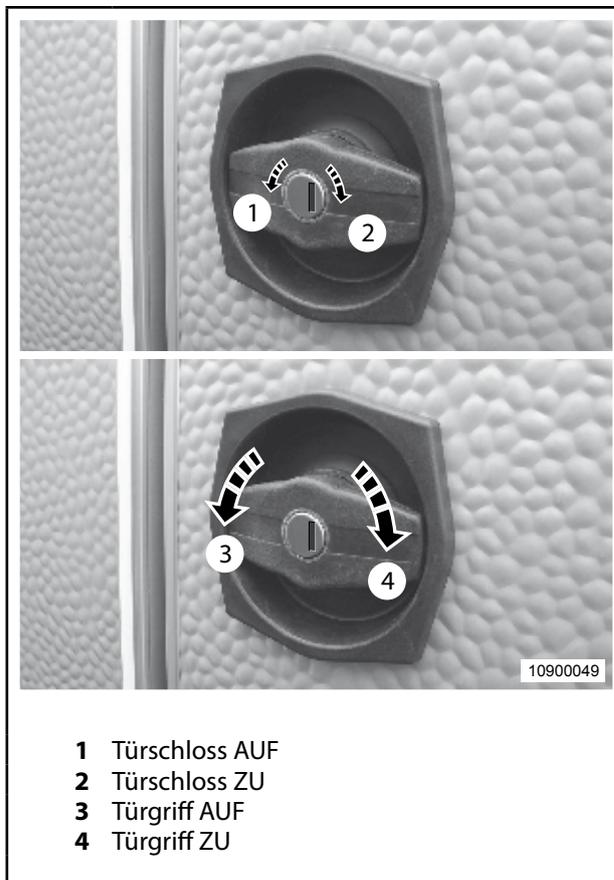

Abb. 9 Tür von außen öffnen/schließen
1. Schlüssel einstecken und im Uhrzeigersinn drehen (Abb. 9, Pos. 2), Stellung » AUF «. Schlüssel springt in Ausgangsstellung zurück.
3. Türgriff im Uhrzeigersinn drehen (Abb. 9, Pos. 4), Stellung » AUF « und Tür öffnen.
1. Tür zuschlagen, Schlüssel in Türschloss einstecken und mit leichtem Gegendruck an die Tür gegen Uhrzeigersinn drehen (Abb. 9, Pos. 3), Stellung » ZU «. Schlüssel springt in Ausgangsstellung zurück.